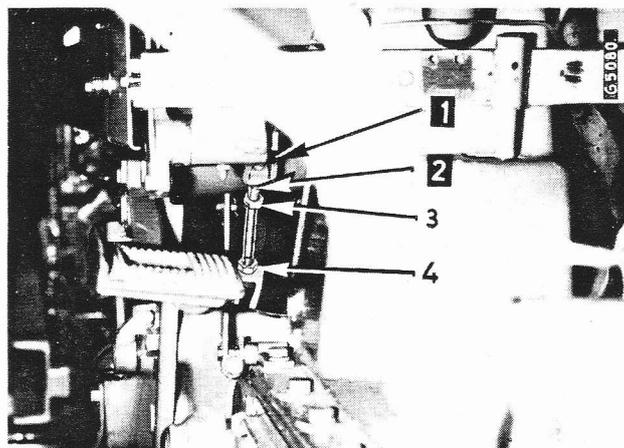

Figure 96 - Tringlerie d'embrayage de prise de force
Desserrez les contre-écrous (2 et 4, fig. 96) sur les 2 chapes et allongez la tringle (3) en la dévissant hors des chapes jusqu'à ce que la course libre du levier soit correcte. Resserrez à fond les contre-écrous (2 et 4).
Sur les tracteurs équipés de cabine, déposez le couvercle fig. 62 pour atteindre la tringle de réglage (3, fig. 96).